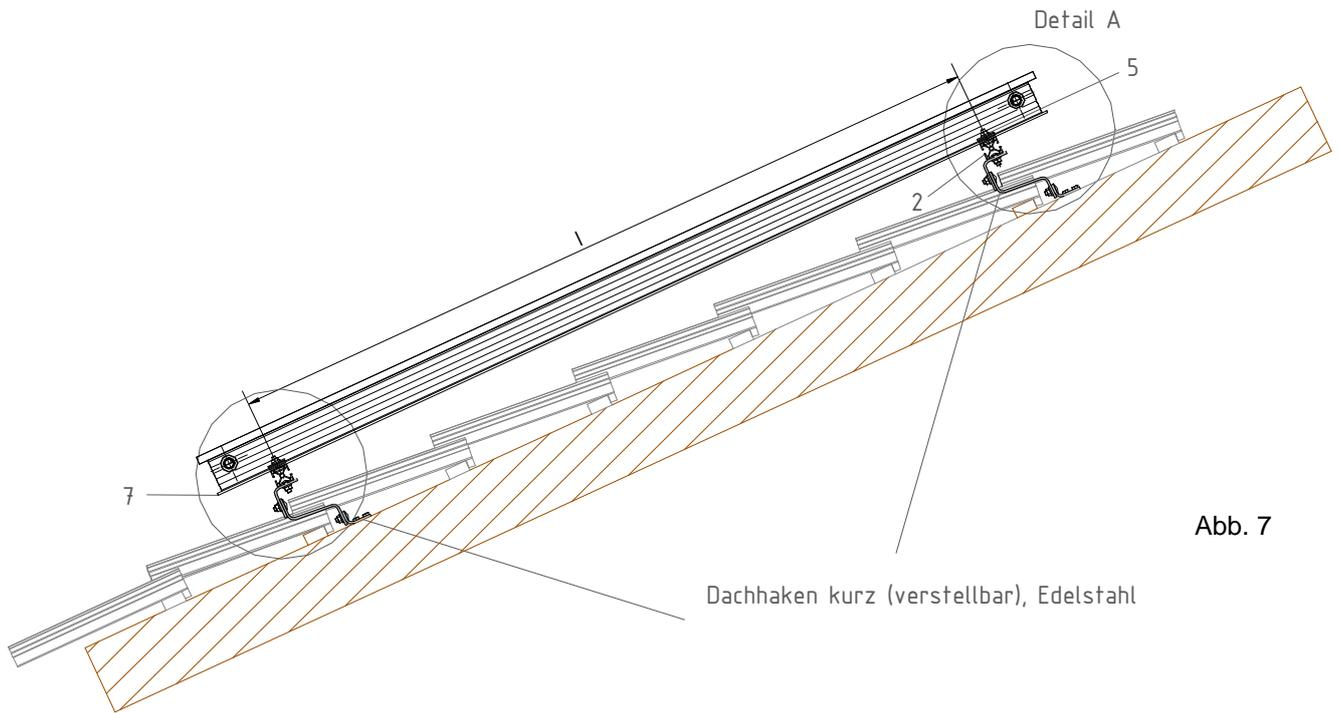
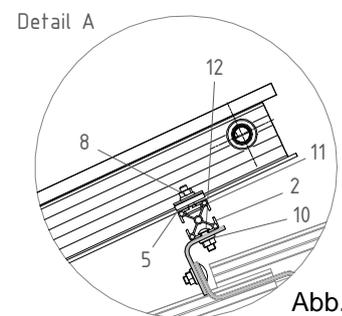

Abb. 7
Abb. 8
I (mm) → siehe Abb. 7	min. 1600 mm / max. 1850 mm
I (mm) → siehe Abb. 7	min. 815 mm / max. 930 mm
6. Die Hammerkopf-Schrauben (11) werden in die obere Nut der Montageschiene eingeschoben (Detail A, Abb. 8). Fixieren Sie die Kollektoren mittels Befestigungsklemmen (5) und den Hammerkopf-Schrauben (11) sowie den Sperrzahnmuttern (8) an der Montageschiene seitlich jeweils zwei Mal (oben / unten, Abb. 7).